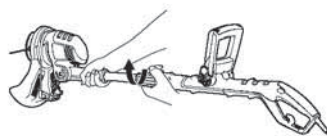

Fig.11
- > Desserrez la bague de verrouillage en la tournant dans le sens des aiguilles d'une montre. Réglez le tube télescopique à la longueur souhaitée, puis resserrez la bague en la tournant dans le sens contraire des aiguilles d'une montre (fig.11, 12).